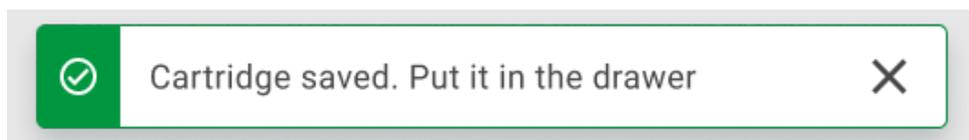

Figure 59. Écran de cartouche enregistrée.
10. Après un balayage réussi, la boîte de dialogue suivante s'affiche brièvement en haut de l'écran (figure 59)